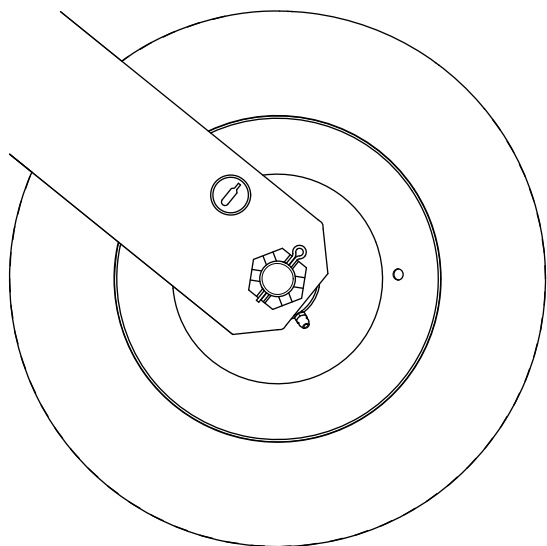

Рисунок 27
1. Проверьте давление в шинах (Рисунок 27).